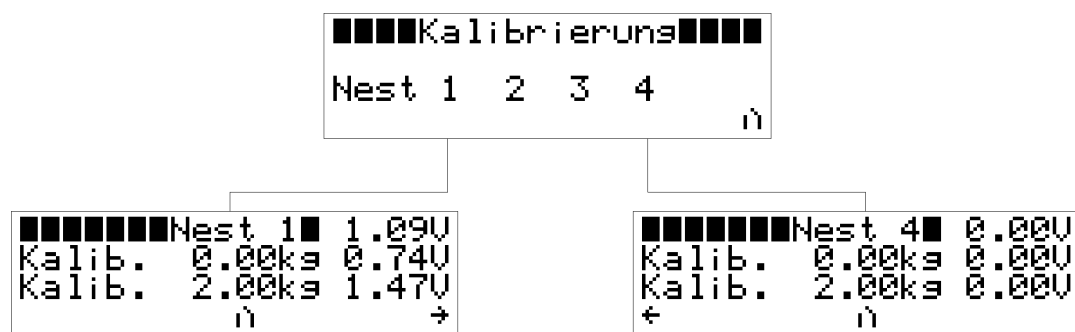

Bild 2-18: Kalibrierung (für Nest 1 durchgeführt / für Nest 4 nicht durchgeführt)
Nach Eingabe des Passwortes \_\_\_\_\_ gelangen Sie in das Menü **[Kalibrierung]**. Dort können die Nester einzeln zur Justierung angewählt werden. Ist der Gewichtssensor des ausgewählten Nestes richtig an die WIN4 angeklemmt, wird oben rechts im Kalibrierungsmenü eine leicht schwankende Spannung in Volt (V) angezeigt (siehe Beispiel in Bild 2-18 links unten: 1.09V). Im ersten Schritt wird die unbelastete / leere Waage kalibriert. Dazu ist sicherzustellen, dass sich keine Gegenstände - auch keine Eier - auf der Waagschale befinden. Als nächstes wählt man mit dem Cursor **[Kalib.]** in der zweiten Zeile des Displays aus und drückt den Drehknopf. Der in der ersten Zeile angezeigte Spannungswert wird daraufhin am Ende der zweiten Zeile angezeigt. Im zweiten Schritt wird die mit dem Test- / Kalibriergewicht belastete Waage kalibriert. Zu diesem Zweck wird die Waagschale der zu kalibrierenden Waage mit einem bekannten Gewicht belastet. Dieses bekannte Gewicht wird im Kalibrierungsmenü des Nestes in der zweiten Zeile als Kalibriergewicht eingetragen (siehe Bild 2-18 links unten: 2.00kg). Zum Schluss wird mit dem Cursor **[Kalib.]** in der dritten Zeile des Displays ausgewählt und der Drehknopf gedrückt. Der in der ersten Zeile angezeigte Spannungswert wird daraufhin am Ende der dritten Zeile angezeigt. Die Eierwaage WIN4 ist nun kalibriert.